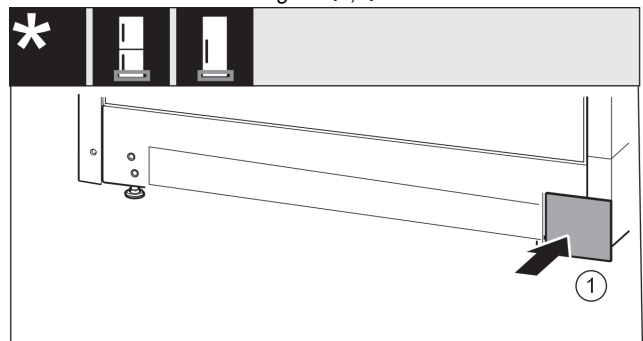

Fig. 20
- Снова установите крышку с другой стороны. Fig. 20 (1)